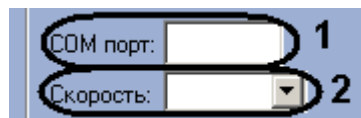

Рис. 3.3-3 Настройка подключения контроллера AAN через COM-порт
- 3.1 В поле **COM порт:** ввести номер COM-порта, через который контроллер AAN подключается к Серверу (Рис. 3.3-3, 1).
- 3.2 Из раскрывающегося списка **Скорость:** выбрать скорость подключения контроллера AAN через COM-порт (см. Рис. 3.3-3, 1).